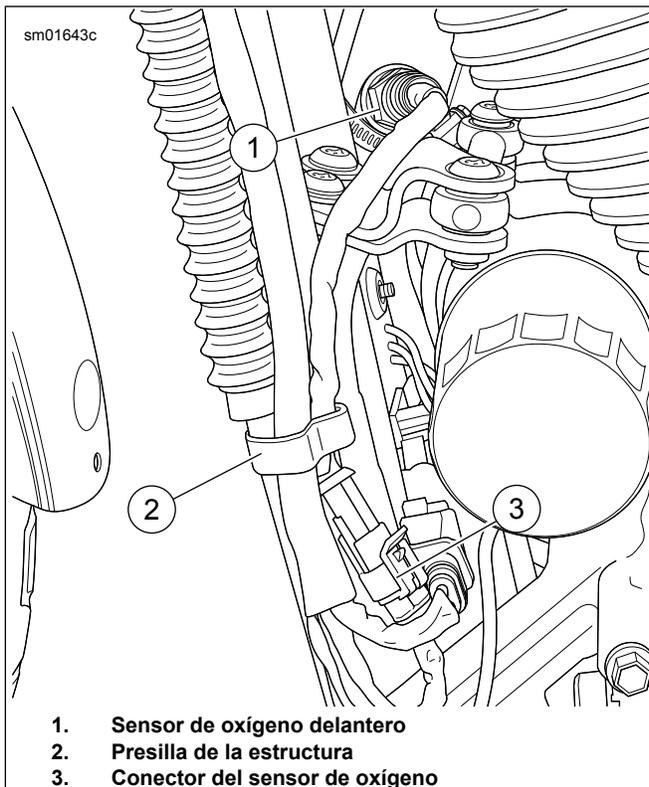

Figura 47. Sensor de oxígeno delantero
Vea Figura 47. Desenchufe el conector del sensor de oxígeno delantero (3) del arnés principal.